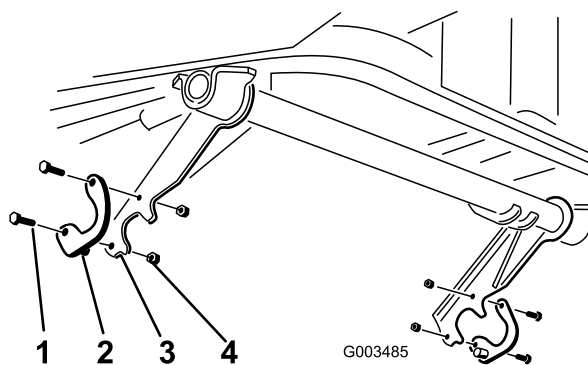

図 9
- ボルト((5/16 x 1 インチ)) とロックナット((5/16 インチ)) を使用して、サドル・アセンブリの後部を、各昇降アームに仮止めする。サドル・スタッドの長い方の端部が内側を向くのが正しい取り付けである（図 9）。
**重要** 図 9 を参照し、サドルの向きを間違えないように取り付けること。